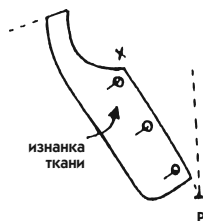

Рис. 513
- Используйте для лучшего понимания рис. 513 и 514 и обратите внимание, что ни один подборт не продолжается до точки P.